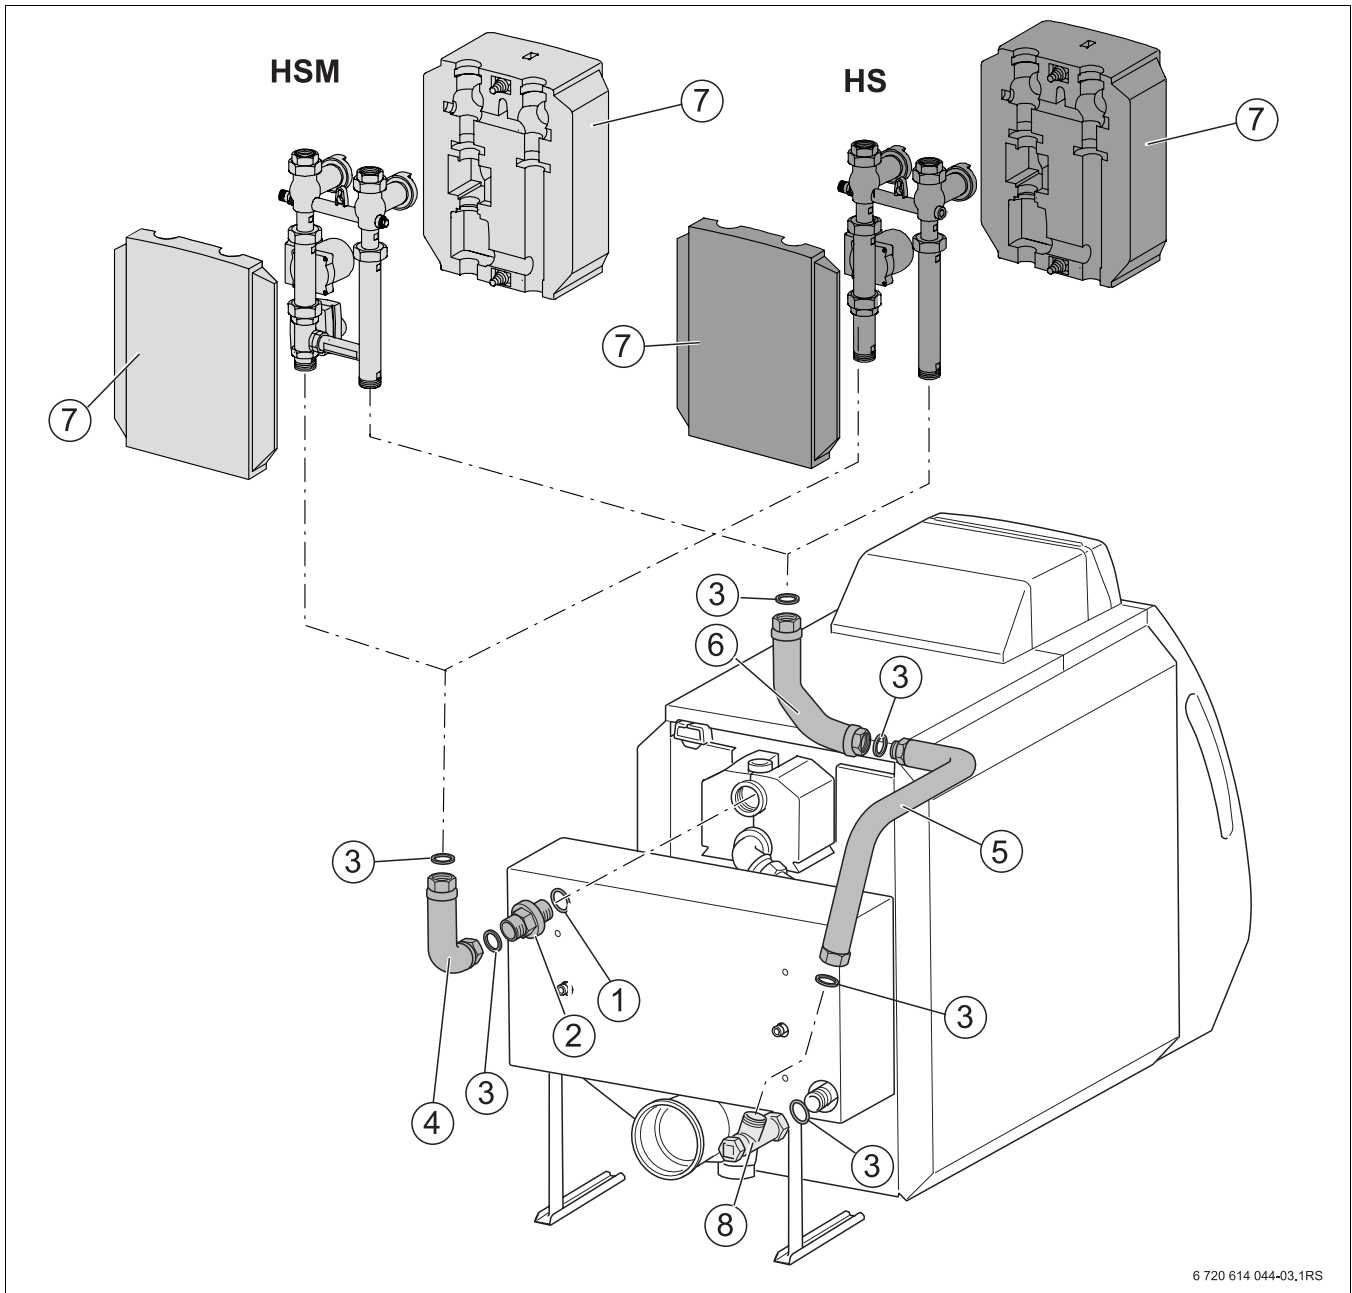

Fig. 3 Montaggio di KAS 1 con HS o HSM
- Allineare i tubi come mostrato nella fig. 3, a questo proposito collocare verticalmente i collegamenti superiori.
- Introdurre le guarnizioni [3] nei dadi di raccordo dei tratti di tubo verticali e avvitare, come mostrato, l'HS o l'HSM con il KAS 1 (→ fig. 3).